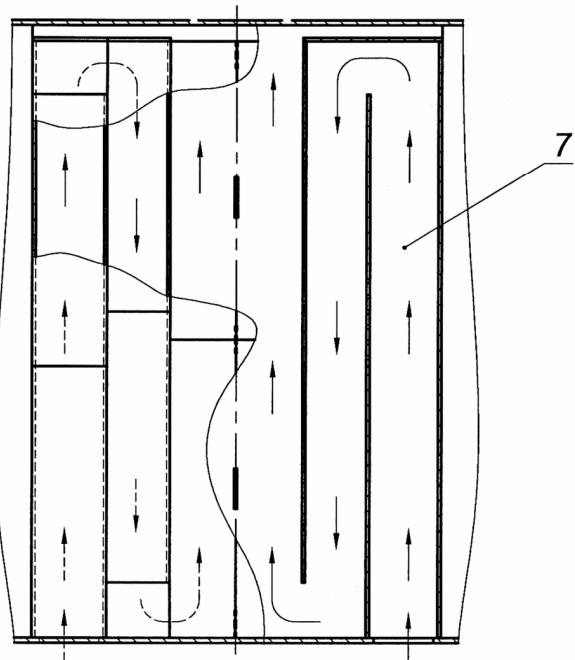

Рис. 2
- 6.2. Барабан – это толстостенная труба, привареная между двумя профилированными листами стали, которые в соединении с другими профилированными деталями составляют переднюю и заднюю водяные камеры (см. рис. 2). Они распределяют и соединяют потоки воды попадающие из барабана в стенки и двери (и наоборот). В листы заварены жаровые трубы. Под трубами смонтирована система водных каналов, которая охраняет барабан от покрытия известковым налётом и поддерживает хорошие условия теплообмена.